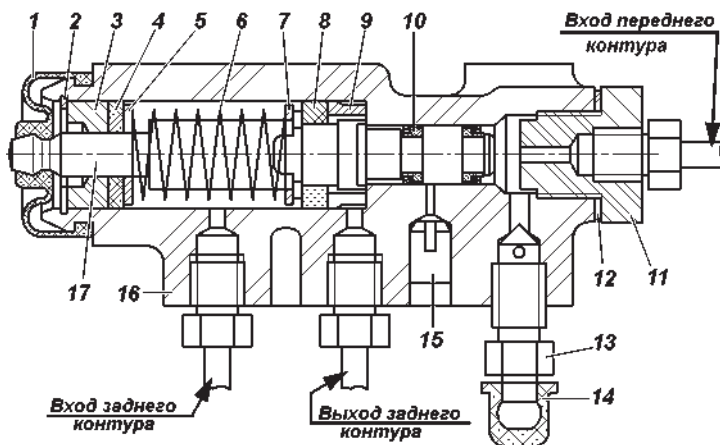
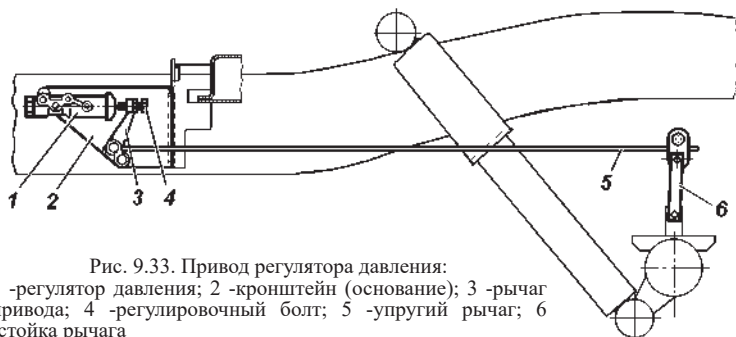

Рис. 9.32. Регулятор давления:
Рис. 9.33. Привод регулятора давления:
**Регулятор давления** (рис. 9.32). На автомобилях устанавливается механический регулятор давления, действующий на задние тормоза, который обеспечивает оптимальное распределение тормозных сил по осям автомобиля и не допускает опережающую блокировку задних колес. При обслуживании проверяйте работоспособность регулятора давления. Очищайте регулятор от грязи и проверяйте надежность его крепления. Внешним осмотром убедитесь, что регулятор и детали его привода не имеют повреждений, отсутствуют подтекания тормозной
В процессе эксплуатации и при замене задних рессор необходимо регулировать усилие упругого рычага 5 (рис. 9.33) на поршень регулятора. Регулировку производить в следующей последовательности:
3. Завернуть болт 4 (рис. 9.33) до соприкосновения его с хвостовиком поршня 17 (рис. 9.32) регулятора, повернув регулировочный болт на  $1...1\frac{1}{3}$  оборот (6-8 граней головки болта).
дополнительно отвернуть болт 4 (рис. 9.33) на 1-2 грани головки болта и повторить проверку при движении автомобиля.